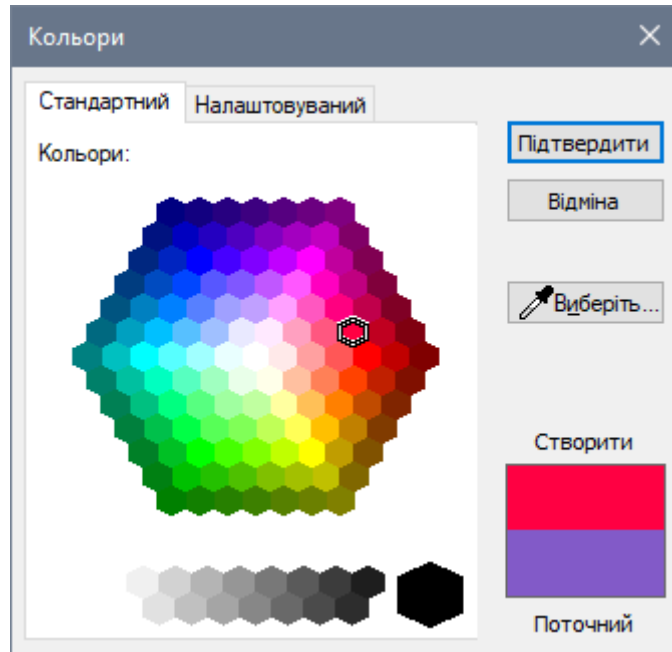

Рис. 27.6. Призначення кольору для перерізу
- Викличте діалогове вікно **Кольори** (рис. 27.6) натисканням по розкривному списку кольорів і вказавши команду **Вибір кольору**.